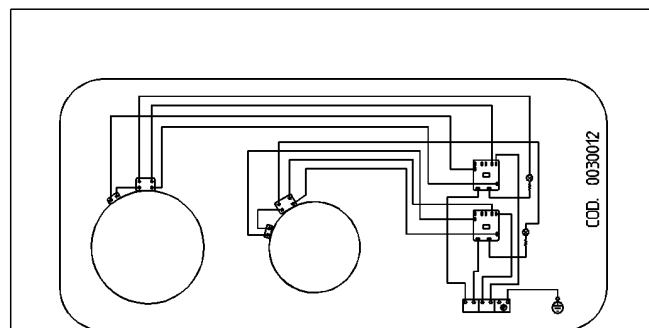

FIG. 12
- b) Déplacez les cavaliers de raccordement sur la boîte à bornes en suivant le schéma de la fig. 12 apposé sur le caisson de la table de cuisson.